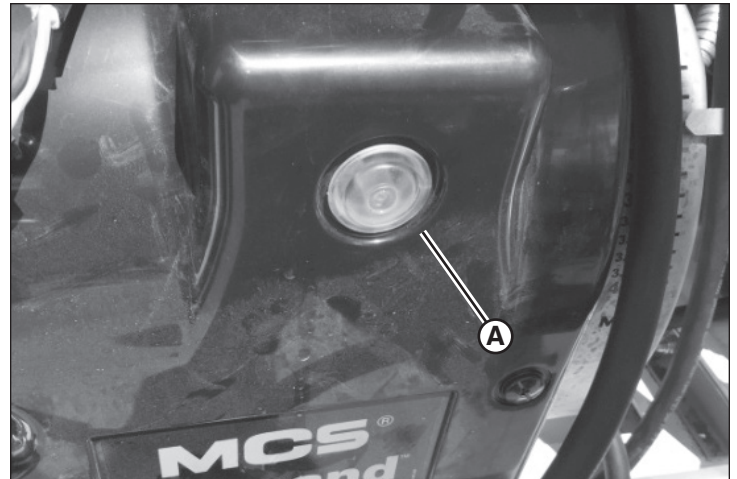

Figura 37
3. Presione el botón de restablecimiento en el quemador (A, Figura 37) para restablecerlo.